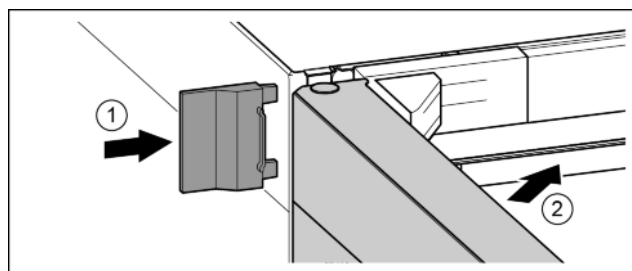

Fig. 26
- ▶ Tolja fel a külső fedelet. Fig. 26 (1)
- ▶ Csatolja be a felső ajtót. Fig. 26 (2)